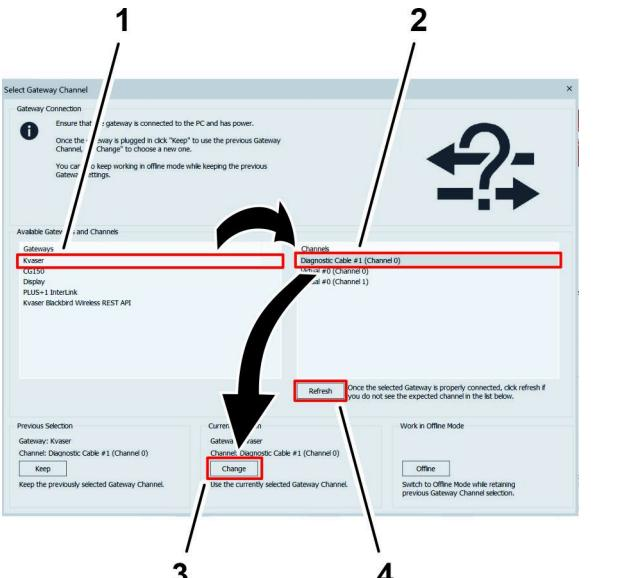

Figura 40
10. En la pantalla Seleccionar canal de la puerta de enlace, haga clic en la opción Kvaser de la lista Puertas de enlace (Figura 40).
11. En el menú Canales, haga clic en la opción Cable diagnóstico (Figura 40).
Refrescar (Figura 40) de la pantalla Seleccionar canal de la puerta de enlace y haga clic en la opción Cable diagnóstico.
12. Haga clic en el botón CAMBIAR en el apartado Selección actual (Figura 40).